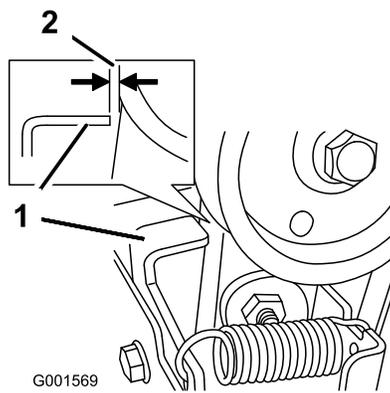

Figure 43
3. Lorsque le levier de commande de la vis sans fin/turbine est désengagé, vérifiez qu'un écart de 1,5 mm (1/16 po) existe entre l'embrayage de la vis sans fin et la patte, comme montré à la Figure 43.